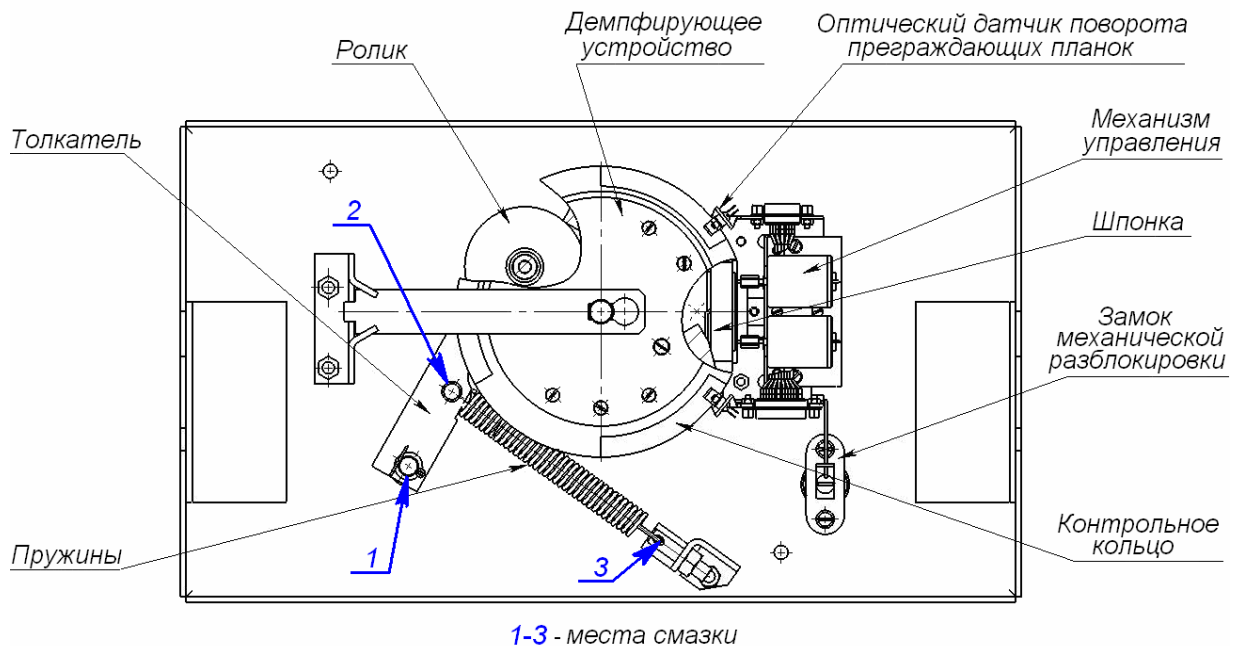

Рисунок 10 Расположение внутренних деталей и узлов стойки ЭП
2. снимите крышку (3) в порядке, указанном в разделе 6;
4. осмотрите устройство доворота (толкатель, пружины и ролик), оптические датчики поворота преграждающих планок и демпфирующее устройство (см. рис. 10);
- четыре втулки на устройстве доворота – две на оси вращения толкателя и две на оси крепления пружин, а также отверстия в деталях крепления пружин, по две - три капли масла в каждое место смазки (места смазки указаны на рис. 10);